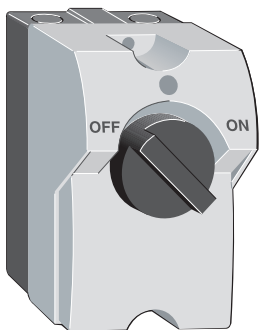

Fig. 5 - Coffret isolant avec commande rotative
- en coffret individuel étanche (fig. 5, 6 et 7) IP 55, avec commande rotative